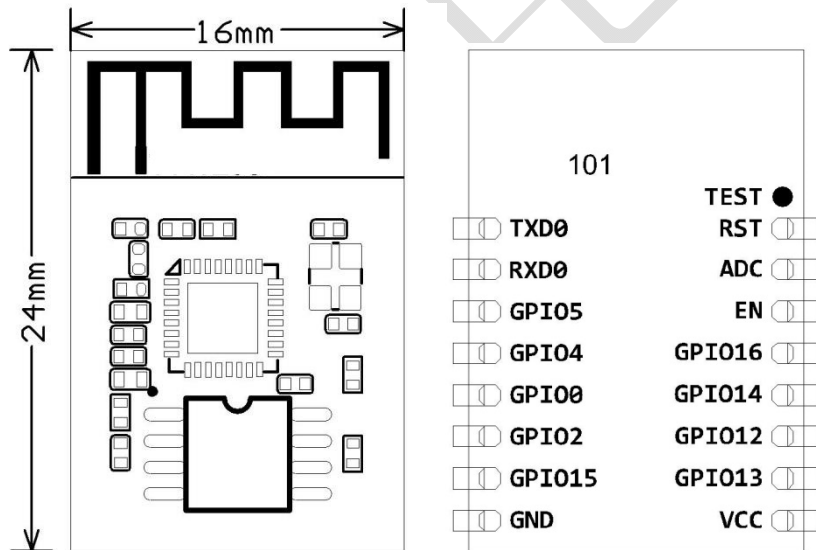

图 2 ADA789 尺寸图 (BOMTTOM LAYER)
ADA789 尺寸大小：16mm (W)×24mm (L) ×3.5mm (H)。ADA789 尺寸图如图 2 所示：